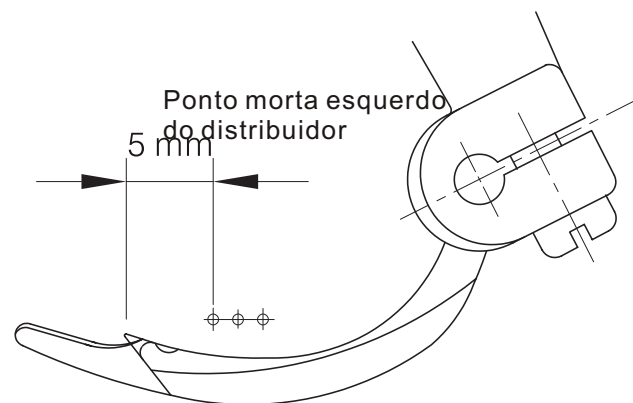

Fig. 50
3. Quando a gorjeta do distribuidor se mexa ao ponto morto esquerdo, a gorjeta desta curva é de 5mm do centro da agulha esquerda (Fig. 50)